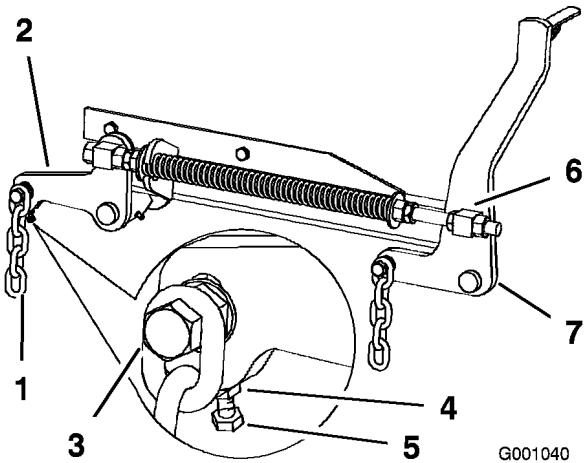

Figura 65
- Si las medidas realizadas en las posiciones **B** o **C** no son correctas, afloje el perno que fija la cadena trasera al brazo de soporte trasero (Figura 65).
- Afloje la contratuerca situada debajo del brazo de soporte trasero y ajuste el perno de ajuste hasta obtener una medida de 79 a 82 mm (Figura 65).
- Afloje las contratuercas de pivote delantero, en la parte delantera de los pivotes derecho e izquierdo, aproximadamente 13 mm (Figura 65).
- Ajuste las tuercas de elevación en el lado izquierdo y derecho de la máquina hasta obtener 6 a 10 mm menos en la parte delantera en **A** que en la parte trasera, en **B** (Figura 65).